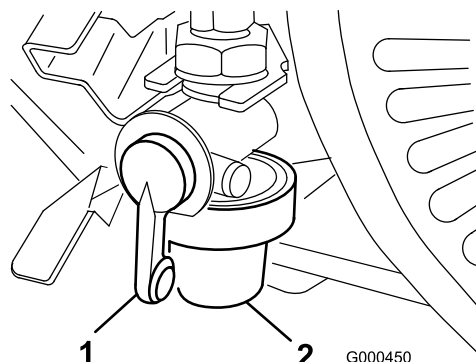

Figure 28
1. Fermez le robinet d'arrivée de carburant et dévissez la cuve du corps du filtre (Figure 28).